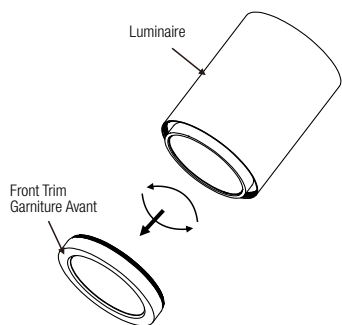

Fig. 6a
1. Unscrew the front trim (Fig. 6a).
1. Dévisser la garniture avant (Fig. 6a).